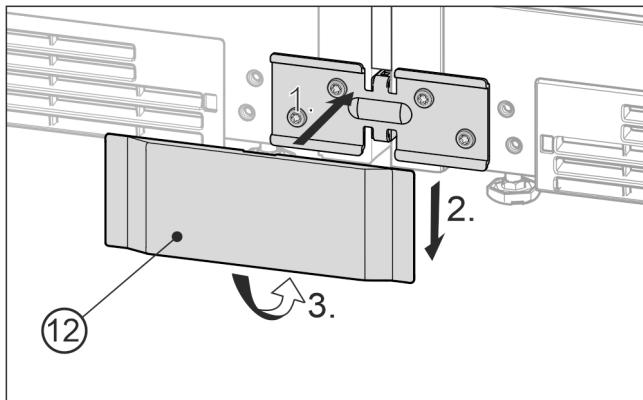

Fig. 24 Primjerni prikaz
- ▶ Donji pokrov Fig. 24 (12) sprjeda nataknite na kutnik Fig. 24 (1), gurnite prema dolje Fig. 24 (2) i uglavite s donje strane Fig. 24 (3).